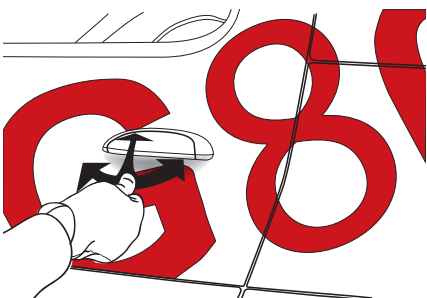

Figure 07
- › Appliquer le film avec le doigt, en faisant des mouvements du centre vers les bords. L'application s'effectue en partant du bord de la déformation vers le creux. (FIG. 07)